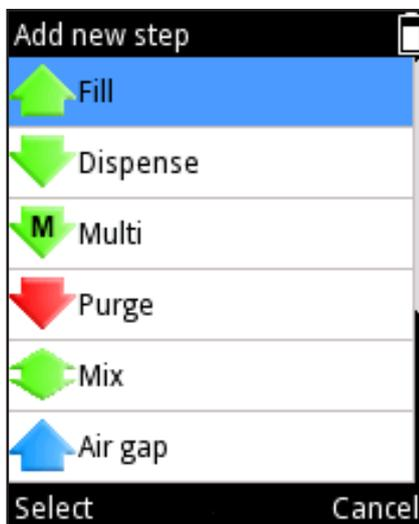

Abb. D9.
1. Wählen Sie  (**Matrix**) im Hauptmenü. Eine Liste der möglichen Pipettierschritte erscheint (Abb. D9).